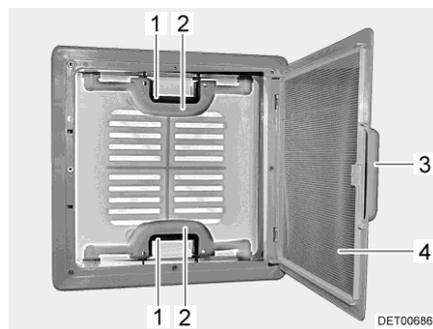

Bild 27 Dachhaube mit Schnappverschluss
- Am Griff (Bild 27,3) ziehen.
- Insektenschutz (Bild 27,4) nach unten klappen.
- Schnappverschluss (Bild 27,1) zur Innenseite der Dachhaube drücken. Gleichzeitig mit dem Griff (Bild 27,2) die Dachhaube nach oben drücken.
- Insektenschutz (Bild 27,4) nach oben schwenken, bis er einrastet.
- An beiden Griffen (Bild 27,2) die Dachhaube kräftig nach unten ziehen, bis beide Schnappverschlüsse (Bild 27,1) eingerastet sind.